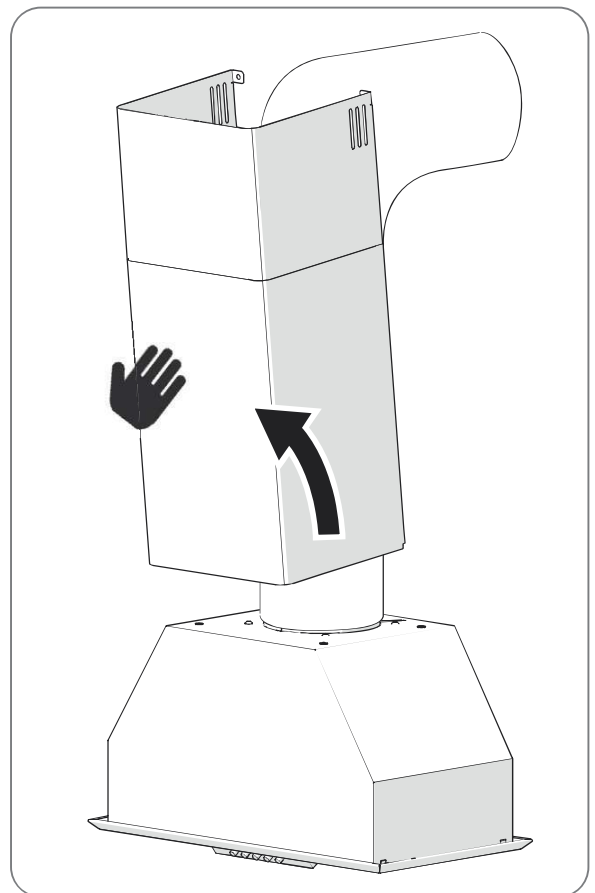

Fig. 4.2
11) - Reposer le capot d'évacuation de la hotte (en vissant les vis de fixation éventuelles - voir également la Figure.4.2).